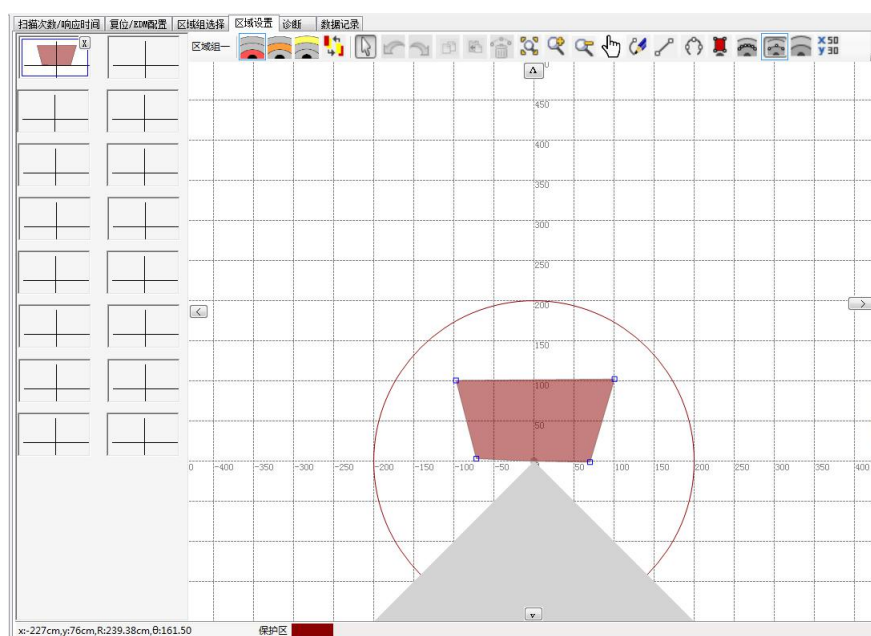

图 3.2.6 参照轮廓线所绘防区
步骤③：点击工具栏【清除轮廓线】，最终配置区域如图 3.2.6 所示。